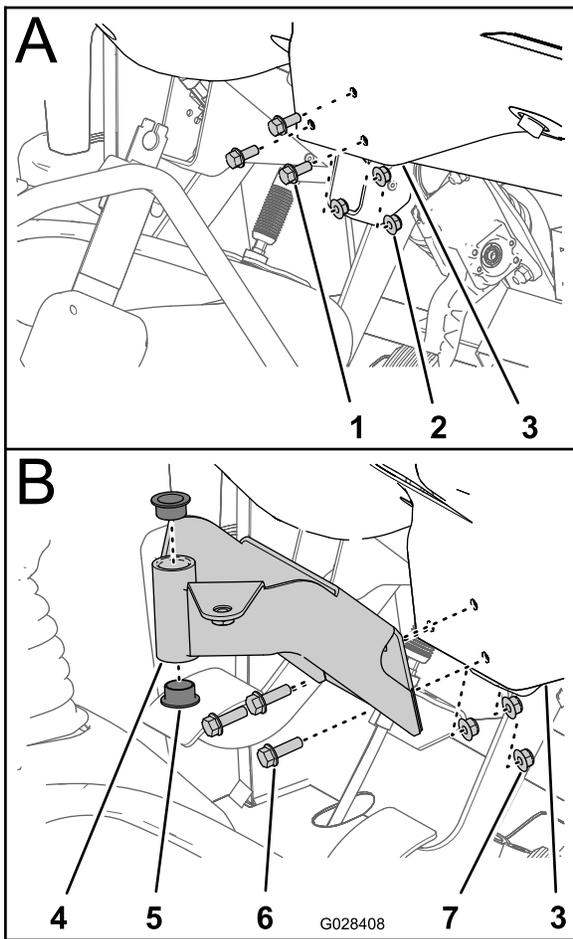

Figure 17
1. Retirez les 3 boulons et les 3 écrous qui fixent la partie inférieure centrale de la planche de bord au support de la planche de bord (Figure 17).
- Alignez les trous du support de montage de la console de commande et les trous dans la planche de bord et le support (Figure 17).
- Serrez les écrous et les boulons à (Figure 17).
- Insérez les 2 douilles en plastique dans le support de montage (Figure 17).